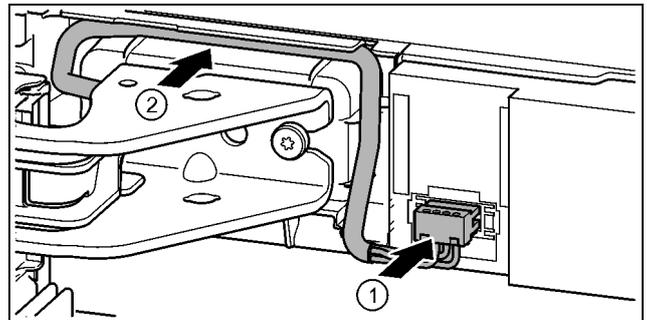

Fig. 37
- ▶ Innestare la spina sul blocco di supporto superiore e facendo attenzione posare i fili del cavo nel canale. *Fig. 37 (1)*
- ▶ Posare con attenzione il cavo grigio nella guida sopra il blocco di supporto superiore. *Fig. 37 (2)*